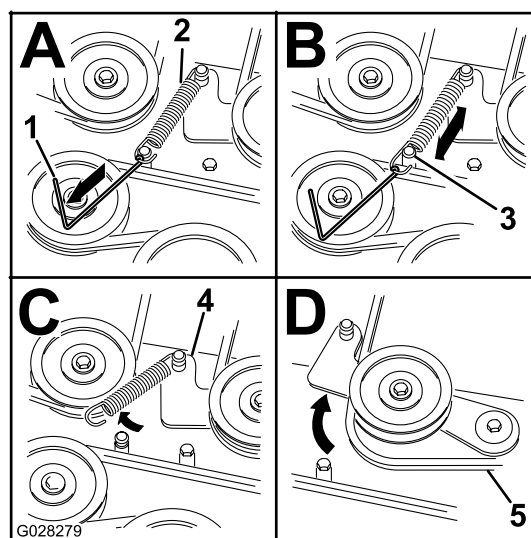

Figure 64
8. Détachez le ressort de la poulie de tension rappelée par ressort. Voir Figure 64.
Remarque: Utilisez l'outil de dépose de ressort (réf. Toro 92-5771) pour décrocher le ressort du tenon sur le plateau de coupe (Figure 64).